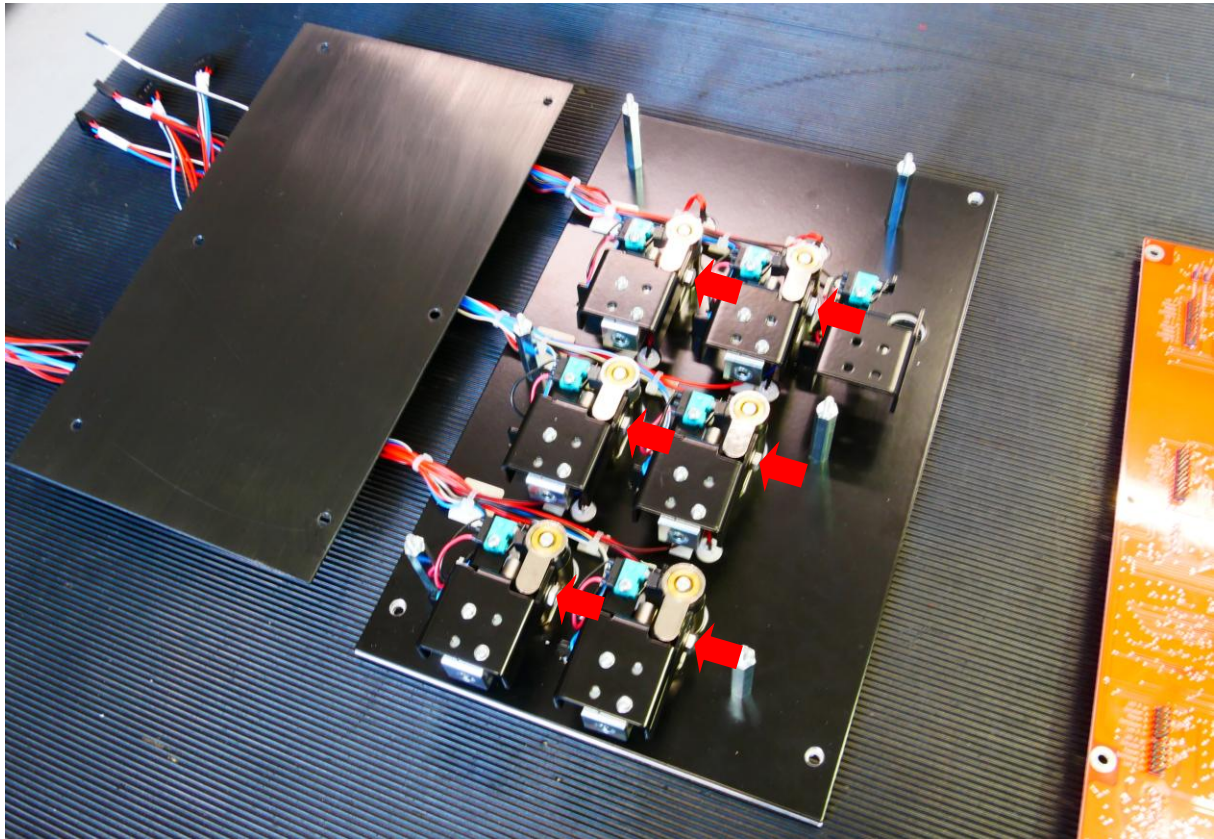

Abbildung 7: FZO PZ-Platine offen
7. Die Arretierung der PZ an den Halterungen lösen (siehe rote Pfeile Abbildung 7) und die vormontierten PZ gegen die hauseigenen PZ tauschen.